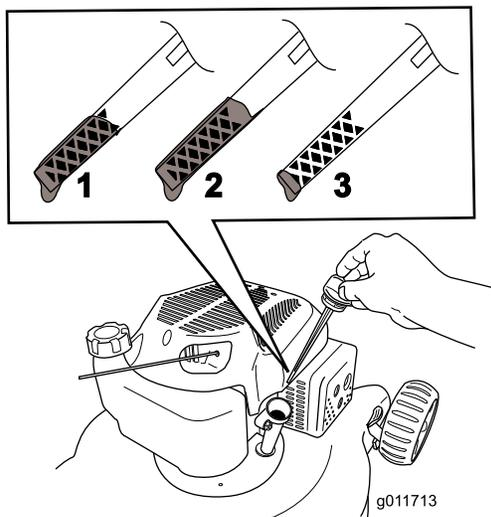

Figura 8
Nota: Llene el cárter con aceite hasta que la varilla indique que el nivel del aceite del motor es correcto, según se muestra en Figura 8. Si usted llena demasiado el motor, vacíe el exceso de aceite siguiendo las instrucciones de la sección Cómo cambiar el aceite del motor.
5. Para determinar el nivel de aceite correcto, consulte Figura 8.